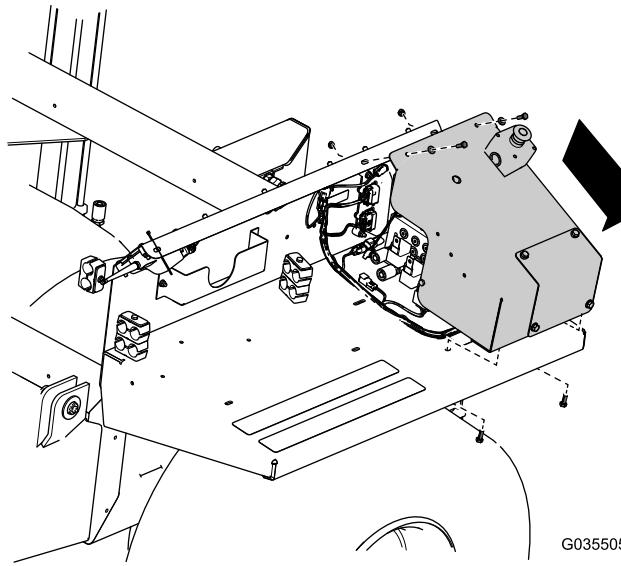

Рисунок 1
5. Снимите крышку, как показано на Рисунок 1.